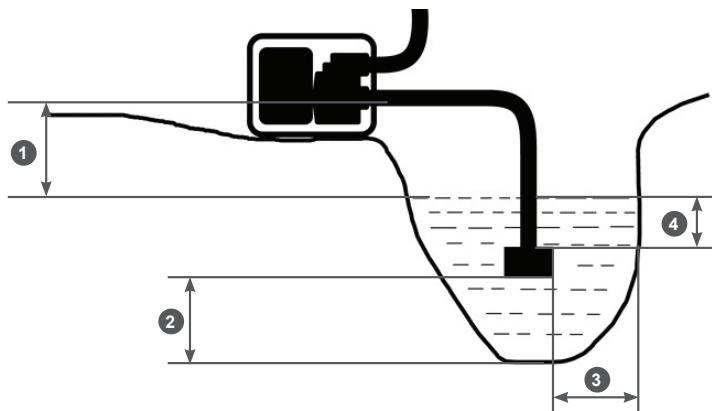

Рис. 11 Расположение мотопомпы и всасывающего фильтра
1. Установите мотопомпу вблизи водоема (емкости) на твердую ровную горизонтальную поверхность, опустите всасывающий рукав с установленным фильтром в водоем (емкость), обеспечив вертикальное положение фильтра. При расположении всасывающего рукава с установленным фильтром соблюдайте все требования, указанные на Рис. 11.
- Необходимо установить мотопомпу как можно ближе к источнику воды. Чем меньше высота расположения мотопомпы по отношению к уровню забора воды (Рис. 11 п. 1), тем быстрее происходит всасывание воды и выше производительность насоса.
Не превышайте высоту расположения мотопомпы по отношению к уровню забора воды (Рис. 11 п. 1).
4. В процессе откачивания воды из водоема (емкости) уровень воды в водоеме будет естественным образом понижаться. Если требуемые расстояния (Рис. 11 п. 2, 3, 4) между всасывающим фильтром и стенками, и дном водоема не соблюдаются, откачивание воды следует прекратить.